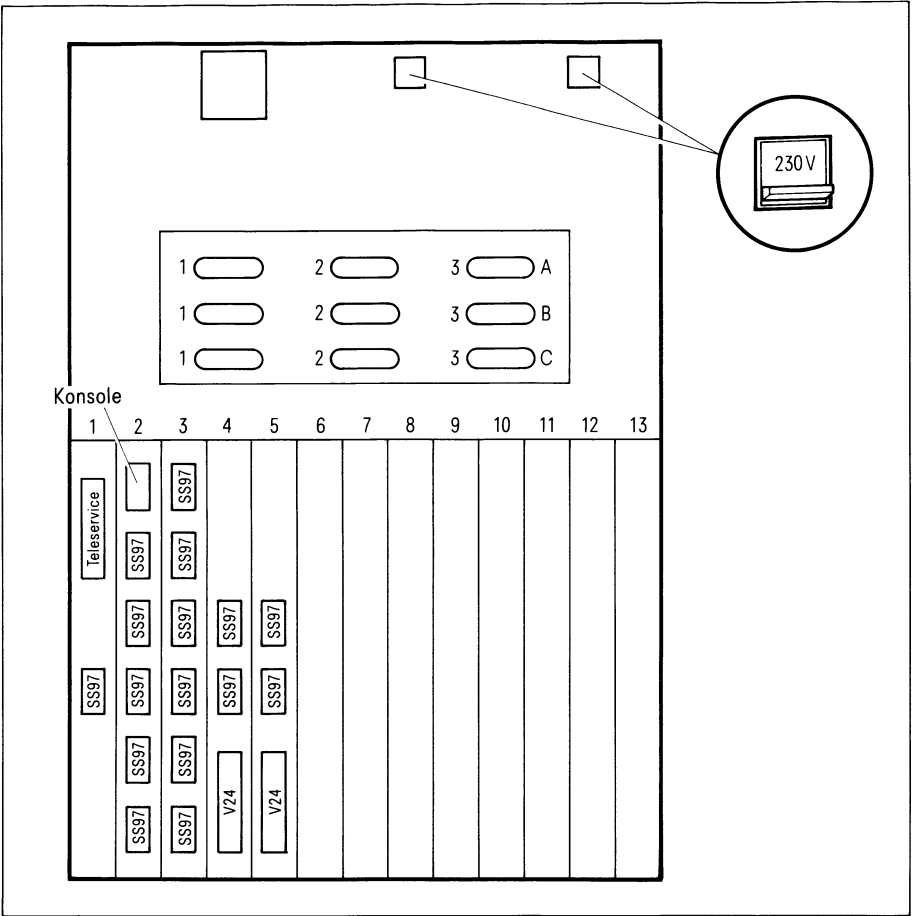

Bild 2-7 Anschlußleiste der Systemeinheit
- Stecken Sie den passenden Stecker des Verbindungskabels zur Konsole in die mit "Konsole" bezeichnete Buchse "SS97" der Systemeinheit (siehe Bild 2-7).
- Die anderen Stecker der Verbindungskabel werden jeweils in eine der SS97-Buchsen der Systemeinheit gesteckt. Die SS97-Buchsen sind frei wählbar (siehe Bild 2-7).
- Stecken Sie den Stecker der 4-Draht-Standleitung in eine der Buchsen des AFP-Feldes der Systemeinheit (siehe Bild 2-7).